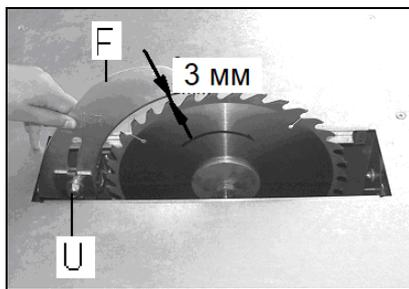

Рис. 17
Расклинивающий нож (F, Рис. 17) крепится с помощью одной гайки (U).